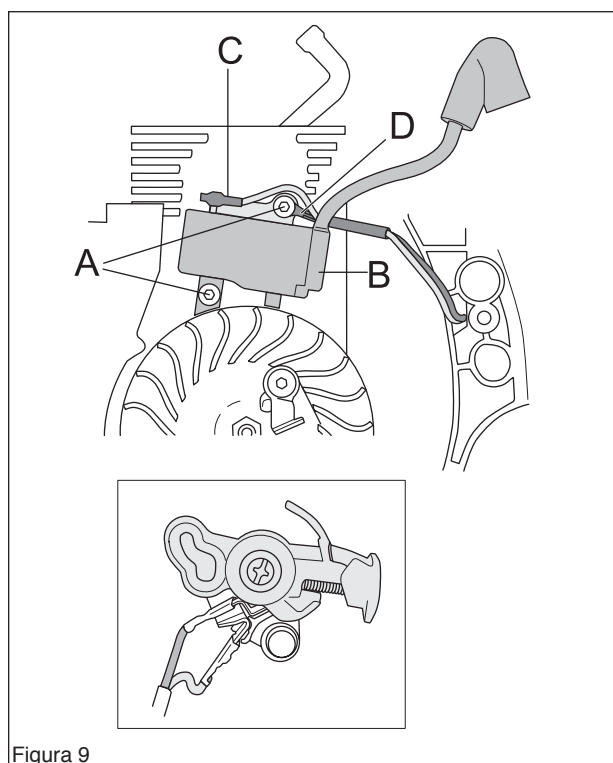

Figura 9
Si se va a cambiar el módulo de encendido (B), soltar el terminal de cable (C) y el tornillo (A). Si sólo se va a desmontar el volante, puede dejarse montado el módulo de encendido. (Ver la figura 9.)
Si se cambian los cables, el mando de parada se monta como en la figura (ver la figura 9).